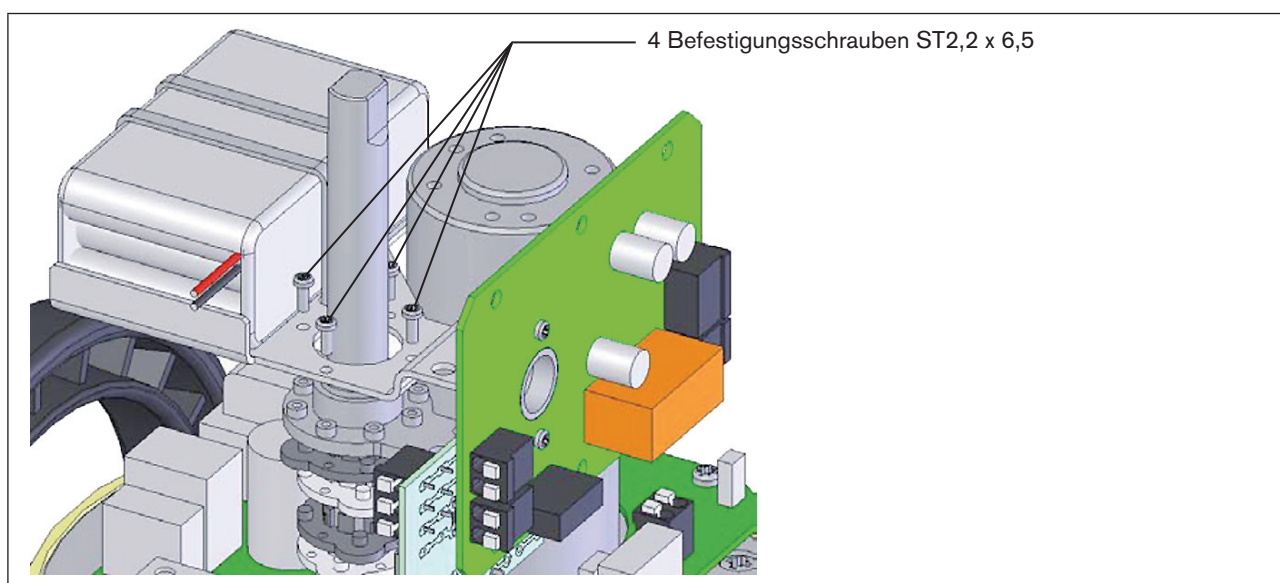

Bild 27: Darstellung: Einbau des Sicherheitsblocks in den Stellantrieb
- Den Sicherheitsblock der Notstromvariante mit 4 Schrauben am Stellantrieb befestigen (siehe „Bild 27“).